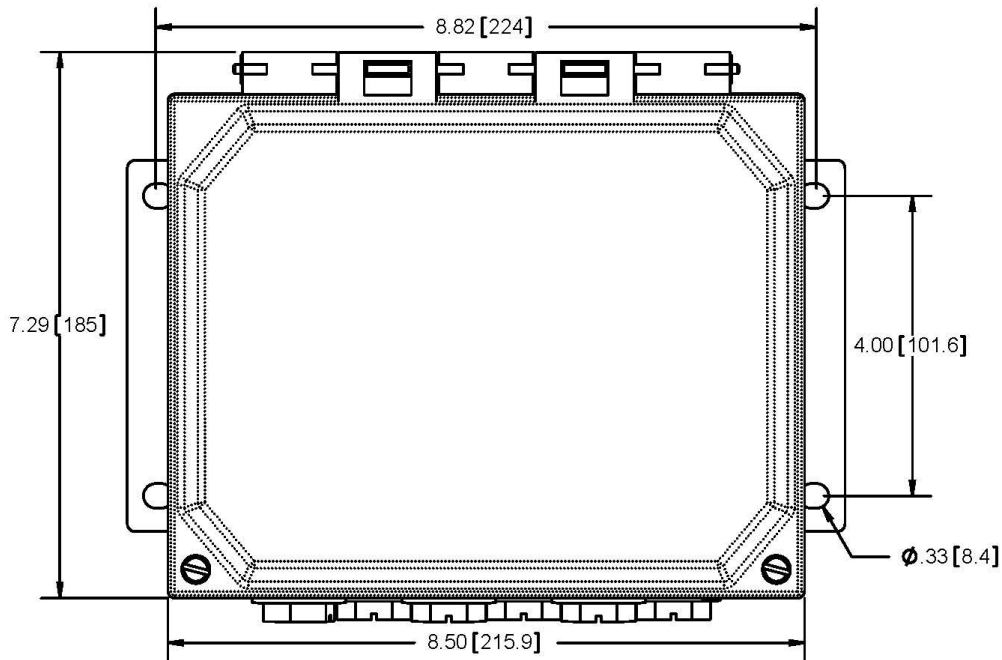

Fig. 3
Montare il controller servendosi dei quattro (4) fori in dotazione (Fig. 3).